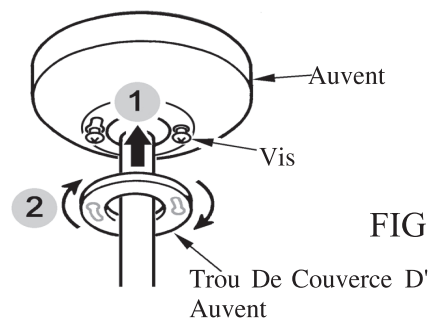

FIG.9
5. Placer le boîtier du trou de canopée par-dessus les vis et tourner le boîtier pour serrer. (Voir fig.9)